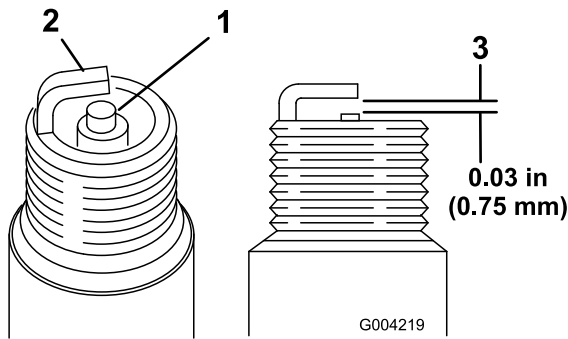

Figura 25
1. Mire la parte central de ambas bujías (Figura 25). Si se observa un color gris o marrón claro en el aislante, el motor está funcionando correctamente.
2. Compruebe la separación entre los electrodos central y lateral (Figura 25).
3. Si la distancia no es correcta, doble el electrodo lateral (Figura 25).